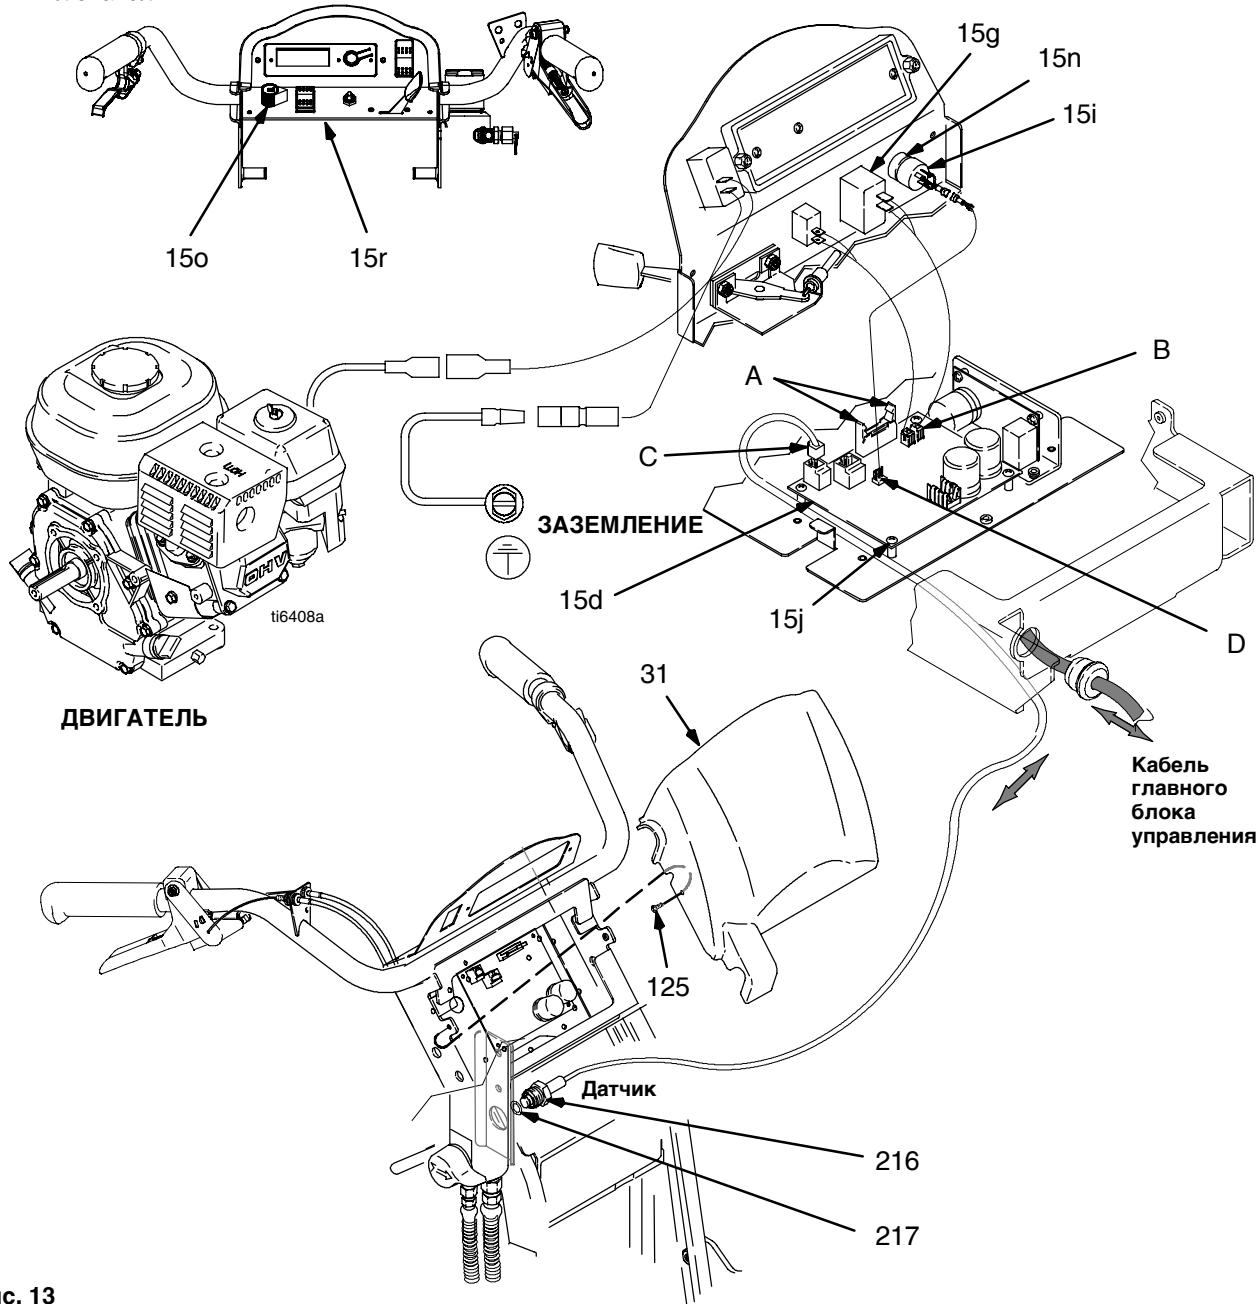

Рис. 13
- См. Рис. 13. Отверните два винта (125) и крышку (31).
- Разведите защелки разъема дисплея (A) на плате ПК и отсоедините разъем дисплея.
- Отсоедините разъем выключателя (B) от платы ПК.
- См. Рис. 13. Отверните два винта (125) и снимите крышку (31). Разведите защелки разъема дисплея на плате ПК и отсоедините разъем дисплея.
- См. Рис. 13 и 21. Зарисуйте на бумаге расположение кабельных соединений, подходящих к пульту управления. Отсоедините кабели от пульта управления (15d).
- См. Рис. 13. Выкрутите четыре винта (15j) из пульта управления (15d).
- См. Рис. 13. Установите пульт управления (15d) с помощью четырех винтов (15j).
- См. Рис. 13 и 21. Смотрите зарисовку по расположению кабельных соединений, подходящих к пульту управления. Подсоедините кабели к пульту управления (15d).
- См. Рис. 13. Подсоедините разъем дисплея к плате ПК, закройте защелки разъема дисплея на плате ПК. Установите крышку с дисплеем (31) и закрепите ее двумя винтами (125).
- Рис. 13. Выкрутите два винта (125) и снимите крышку (31).
- Отсоедините кабель датчика (C) от пульта управления (15d).
- Извлеките датчик регулятора давления (216) и уплотнительное кольцо (217) из корпуса фильтра (40).
- См. Рис. 13. Установите уплотнительное кольцо (217) и датчик регулятора давления (216) в корпус фильтра (40). Затяните с усилием в 47-61 Нм.
- Подсоедините кабель датчика (C) к пульту управления (15d).
- Установите крышку (31) при помощи двух винтов (125).
- Отсоедините провод (D) от пульта управления (15d).
- См. Рис. 13. Установите потенциометр регулятора давления (15i), гайку вала, стопорную шайбу и ручку потенциометра (15o).
- Подсоедините кабель (D) к пульту управления (15d).